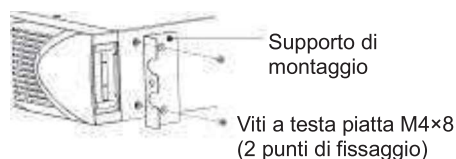

Figura 3 Installazione dei supporti di montaggio
- i) Allineare i supporti di montaggio con i fori delle viti su ogni lato dell'UPS e fissarli con le viti a testa piatta M4x8 in dotazione (v. Figura 3)